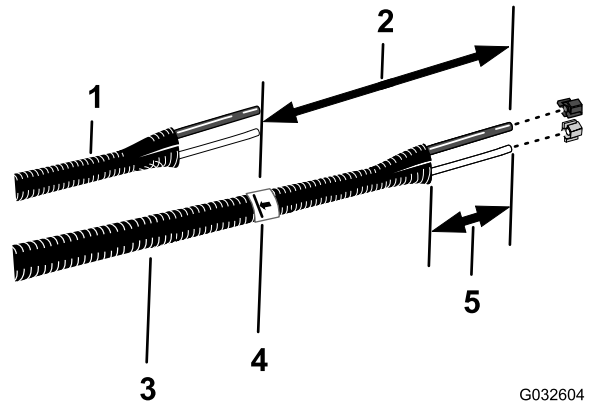

图12
6. 将旧的液体管和空气管子图12与新的管子总成Toro 零件号 114-9553 对齐。
8. 在新管子总成上从您在步骤 7 中所做的标记处添加 26cm 长度在管子总成上做上标记然后在第二个更长的标记处将管子截断图12。
10. 从管子总成的两端去除 77 102mm 的外壳图12。